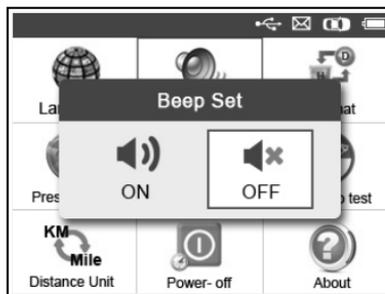

Abbildung 3.4
- 2) Wählen Sie im Menü **Signaleinstellung** über die Scrolltasten **NACH LINKS/RECHTS** zum Ein- und Ausschalten des Pieptons **ON** oder **OFF** aus (Abbildung 3.4).